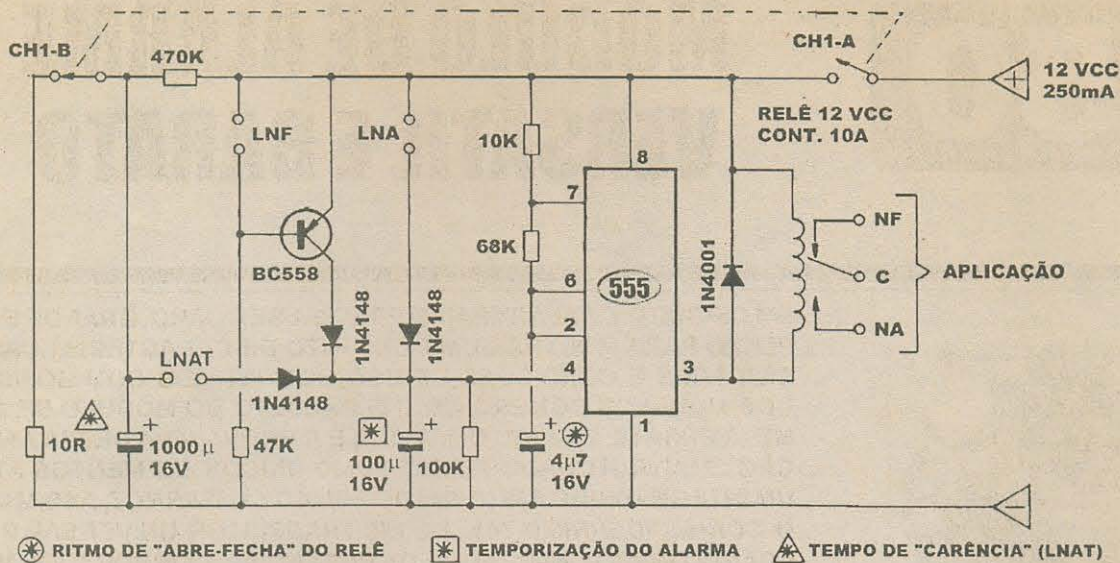

Fig. 1
- FIG. 1 - DIAGRAMA ESQUEMÁTICO DO CIRCUITO - O *arroz de festa*, integrado 555, centraliza toda a operação e funções básicas, com o máximo aproveitamento das potencialidades dos seus pinos de controle... Basicamente estruturado em **ASTÁVEL**, o dito integrado oscila (quando para isso autorizado...) em baixa frequência - cerca de 2 Hz - determinada pelos valores dos resistores de 10K e 68K e capacitor eletrolítico de 4u7 anexados aos seus pinos 2-6-7... Notar, porém, que o **ASTÁVEL** não *roda livre*, uma vez que seu pino 4 precisa estar devidamente *positivado* ou *alto* para que a oscilação se dê... Assim, em situação de *espera* o 555 não oscila, uma vez que o dito pino 4 encontra-se *negativado* ou *baixo*, pela presença do resistor de 100K... Enquanto tal condição perdurar, o pino 3 (saída do 555) é mantido em nível *alto* (praticamente mostrando os 12 volts da linha do **positivo** da alimentação...), garantindo que a bobina do relê a ele acoplado (sob a proteção do diodo 1N4001...) permaneça
Todas as temporizações e ritmos de funcionamento já mencionados encontram-se em parâmetros considerados médios, ideais para aplicações residenciais típicas... Entretanto, condições de instalação e uso muito específicas podem requerer outros períodos ou temporizações, para maior conforto e/ou segurança do local e dos usuários... Se tal se verificar, é muito fácil ao montador alterar as temporizações, conforme tabelinha mostrada no próprio diagrama da **FIG. 1**...